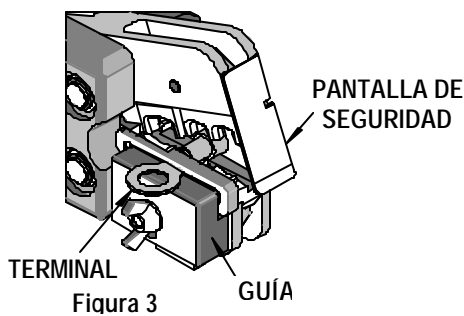

Figura 3
4. Al utilizar una guía, levantar la guía e insertar el terminal con el alambre en el cubo correspondiente y con el cilindro hacia arriba y apoyado contra la barra de la guía. Soltar la hoja de la guía para sujetar el terminal en posición. Consultar la Figura 3. Se puede levantar o bajar la guía para que el terminal se asiente debidamente y quede bien alineado en la herramienta. Es necesario retirar la guía para realizar los empalmes.